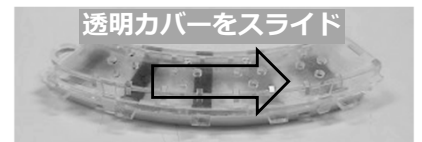

図3
- 図3のように透明カバーをスライドすると、カバーを取り外すことができます。